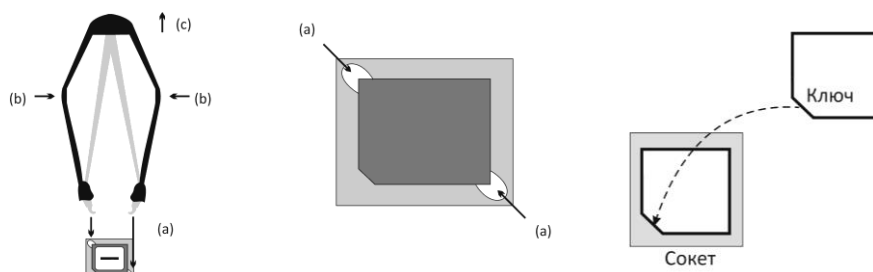

Рисунок 3 – Смена микросхемы ПЗУ
2. Извлечь микросхему ПЗУ из сокета с помощью экстрактора. Во избежание повреждения микросхемы и сокета действовать в следующей последовательности, рисунок 3: